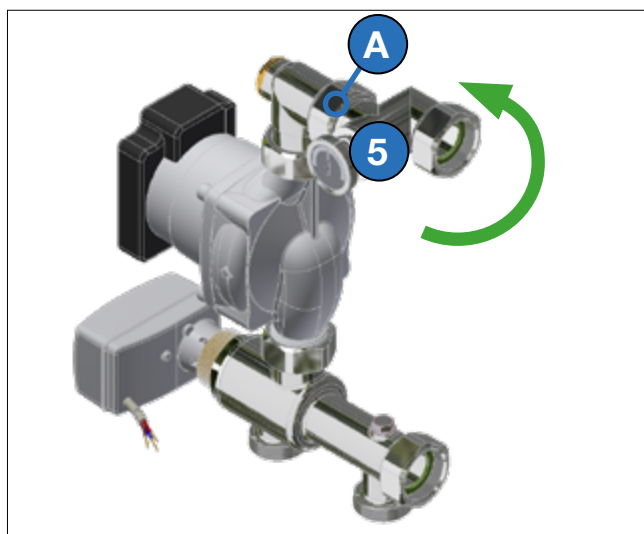

Fig. 8-1
**L'unità di controllo potrà essere installata sia alla destra che alla sinistra del collettore girando e capovolgendo il raccordo a vite eccentrico (5, Fig. 8-1).**
1. Allentare il dado (A, Fig. 8-1)